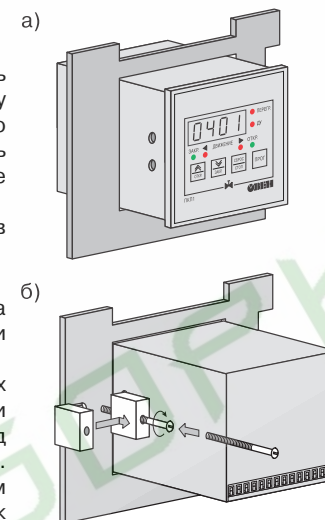

Рис. 16
1. Вставить прибор в специально подготовленное отверстие на лицевой панели щита (см. *прил. А* и рис. 16, а).
2. Вставить фиксаторы из комплекта поставки в отверстия на боковых стенках прибора (рис. 16, б).